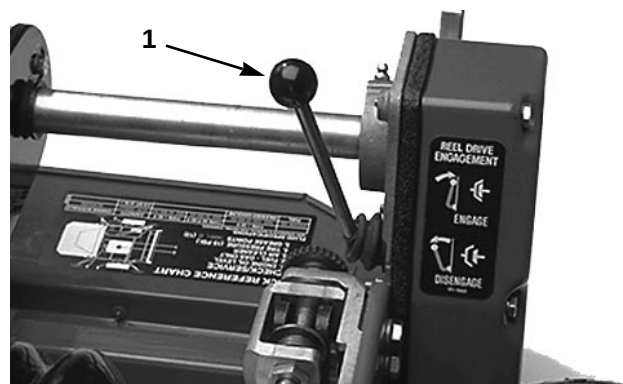

Fig. 14
Kontroll, føreren på plass (valgfri) (fig. 14)—Sitter på baksiden av håndtaket. Skyv hendelen frem for å koble inn. Hendelen må være innkoblet før trekkinnkoblingshendelen kobles inn, fordi motoren ellers vil stoppe.
Innkoblingshendel for sylinderdrev (fig. 14)—Sitter foran til høyre på klipperen. Hendelen har to stillinger: INNKOBLET og UTKOBLET. Trekk hendelen opp for å koble inn sylinderen eller skyv den ned for å koble ut sylinderen.
1. Pass på at fremdrifts- (fig. 13) og sylinderdrevhendlene (fig. 14) er UTKOBLET.